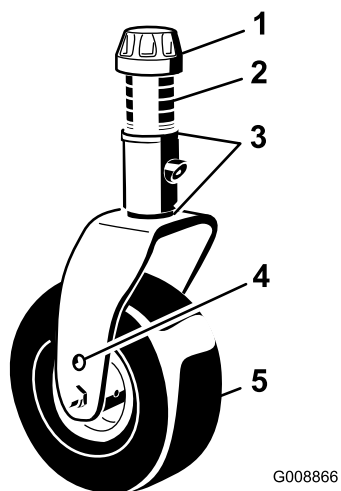

Bild 22
6. Legen Sie die Beilagscheiben (wie ursprünglich montiert) und die restlichen Distanzstücke auf die Welle (Bild 22).
7. Bringen Sie die Spannkappe an, um das Teil zu befestigen (Bild 22).